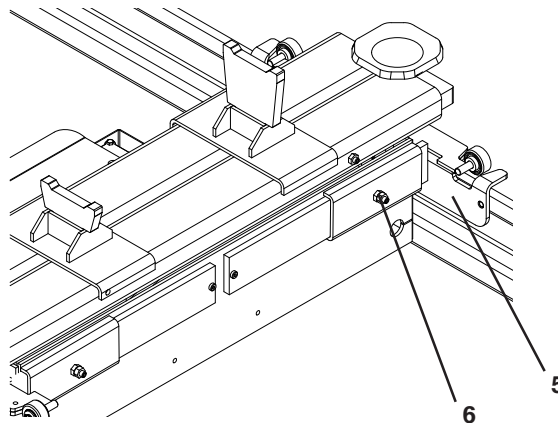

Fig. 9
- Effettuate le regolazioni bloccare la posizione delle staffe mediante i grani di registro (6) posti sul telaio traversa (fig. 9).
- After adjusting, lock the position of the brackets by means of the adjustment grub screws (6) on the beam frame (fig. 9).
- Nach den Einstellungen die Position der Bügel mit den Einstelldornen (6) am Rahmen des Querträgers (Abb. 9) blockieren.
- Une fois les réglages effectués, bloquer la position des brides avec les goujons de réglage (6) qui se trouvent sur le châssis de la traverse (fig. 9).
- Una vez realizadas las regulaciones, bloquear la posición de las abrazaderas con los tornillos prisioneros de regulación (6) situados en el bastidor del travesaño (fig. 9).